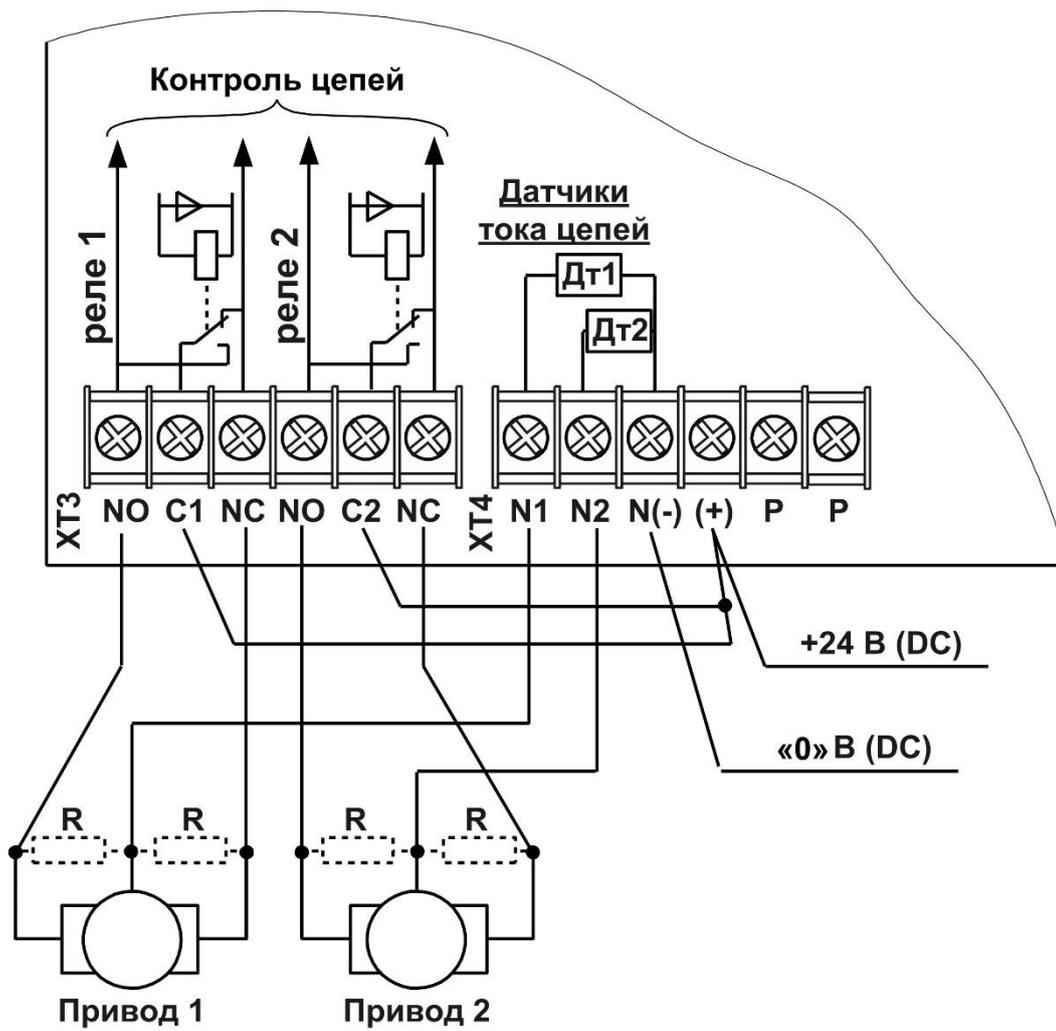

Рисунок 8 – Подключение двух реверсивных приводов постоянного тока типа «Белимо»
- Рисунок 8 – два реверсивных привода постоянного тока типа «Белимо»;
Главное отличие схемы подключения приводов постоянного тока (Рис. 8) от подключения приводов переменного тока (Рис. 6) заключается в том, что питающее напряжение (+ DC) нужно подключать на клемму «+», а не на клемму P (phase, фаза). Клемма «+» также соединяется перемычками с общими контактами релейных выходов C1 и C2.